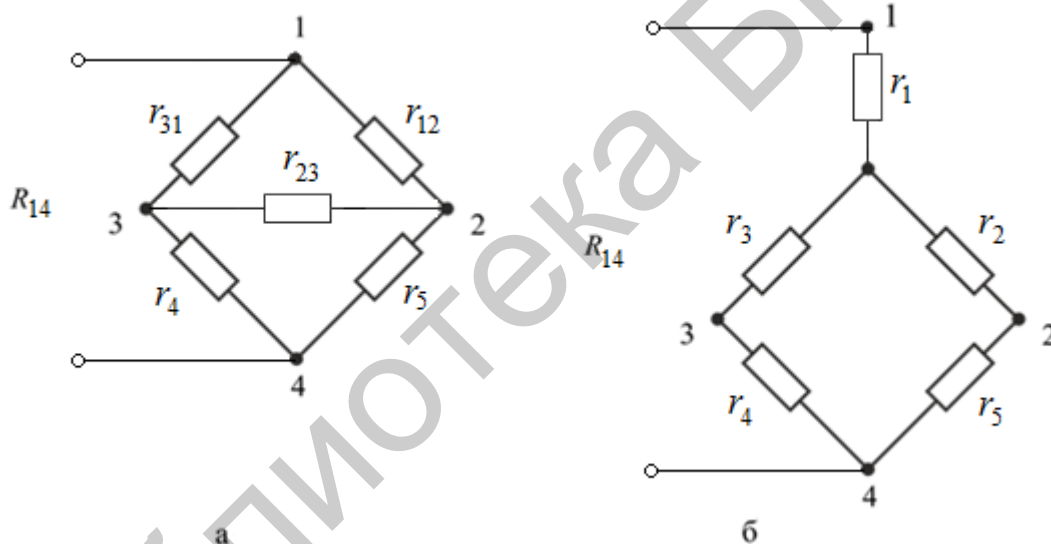

Рис. 8
Пример 3. Найти эквивалентное сопротивление R_{14} в электрической цепи, схема которой приведена на рис. 8, а если $r_{12} = 8$ Ом, $r_{23} = 12$ Ом, $r_{31} = 12$ Ом, $r_4 = 5,5$ Ом, $r_5 = 7$ Ом.
Решение. Заменяв «треугольник» сопротивлений 1, 2, 3 «звездой» сопротивлений (рис. 8, б), в соответствии с выражениями (18) – (20) получим: